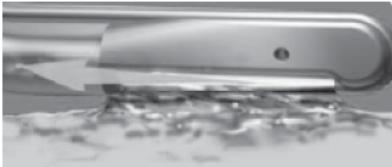
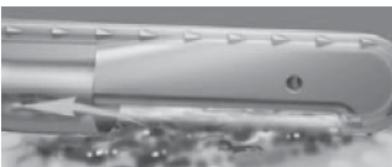

図1 開口部全面を創面にあてた図
図2 開口部側面を創面にあてた図
2. ハンドピース開口部を創面に軽く押し当て、創表面をなぞるように、水流と垂直になるよう左右に動かす。ハンドピース開口部全面が創面にあたるように、ハンドピースを創面に対して垂直に立てて操作すると、切除と吸引ができる(図1)。ハンドピース開口部の側面のみが創面にあたるように、ハンドピースを寝かせて操作すると、切除効果が弱まり組織の吸引洗浄ができる(図2)。